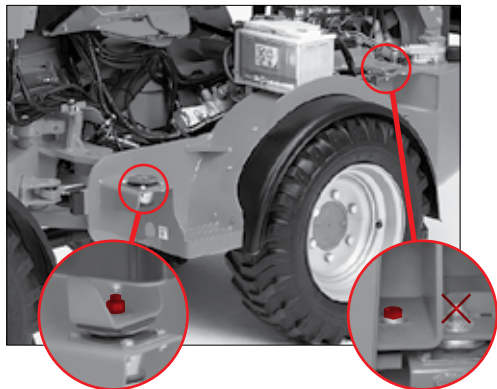

Fig. 93
5. Fjern fastspændingsboltene til førerpladsens leje (Fig. 93).